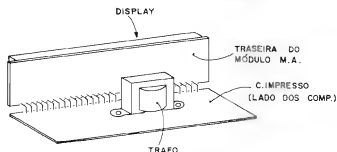

Fig. 7
- **FIG. 7 - DETALHAMENTO MECÂNICO DO CONJUNTO COMPLETO** - Depois de tudo interligado (ainda antes, contudo, da inserção na caixa...), o aspecto geral do conjunto ficará "nos conformes" da ilustração. Notar que o transformador, incorporado à placa de "apoio", dará estabilidade ao arranjo, "baixando" seu centro de gravidade o suficiente para que o conjunto facilmente repouse na sua posição natural de utilização e visualização...